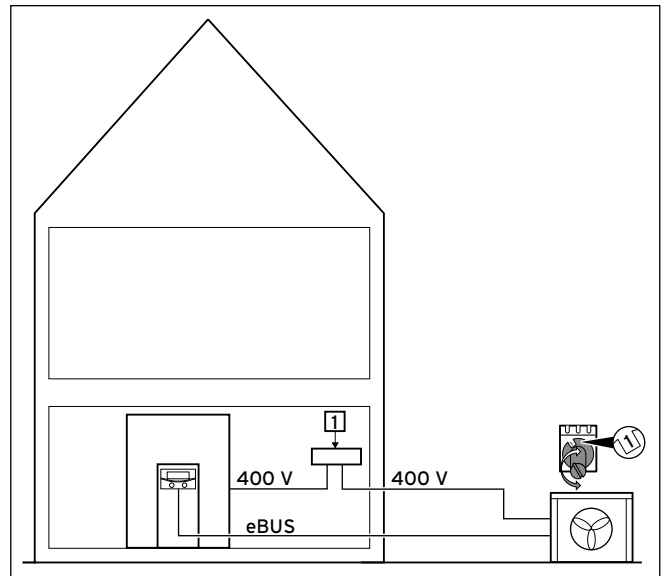

Abb. 7.5 Elektrische Verdrahtung einer Außeneinheit
- Verbinden Sie den eBUS-Anschluss (**10**) mit dem eBUS-Anschluss der Inneneinheit. Verwenden Sie eine für Erdverlegung geeignete Erdleitung mit mindestens 2 x 1,5 mm² Querschnitt (→ **Abb. 7.5**).